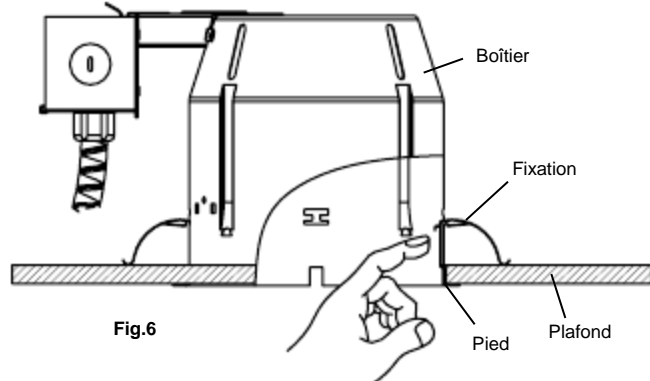

Fig.6
3. Continuez à pousser les fixations à travers, jusqu'à ce qu'ils s'enclenchent. Le « pied » de chaque fixation s'agrippera au bord du trou, empêchant ainsi le boîtier de s'enfoncer plus loin (Fig. 6).